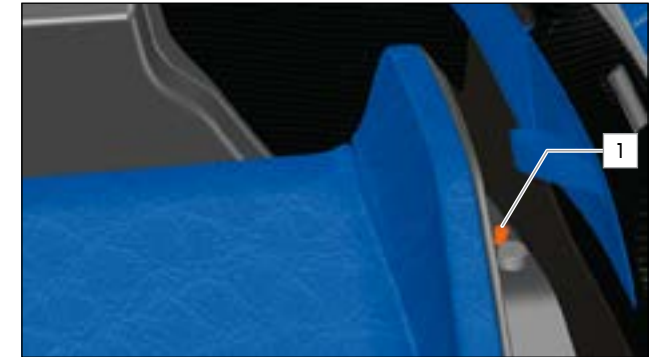

ABB.99 FAHRDATENANSCHLUSS AUF DER BEIFAHRESEITE
- Verbinden Sie Ihren Laptop mit PIT-Anschluss **1** (» Abb.99).